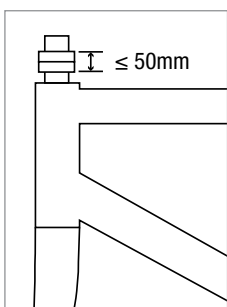

Abbildung 4
6. Fügen Sie dem Gabelschafteingangsöffnung ein oder mehrere Distanzstücke zu, achten Sie darauf, dass der Distanzstückstapel 50 mm nicht überschreitet (Abbildung 4).